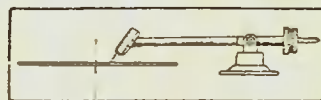

Рис. 5
2. Путем устройства противовеса (рис. 5). Противовес имеет то преимущество перед тонармом с разгрузочной пружиной, что позволяет с большой точностью изменять величину давления адаптера на пластинку, что бывает важно в тех случаях, когда адаптер в данном радиogramмофонном устрой-